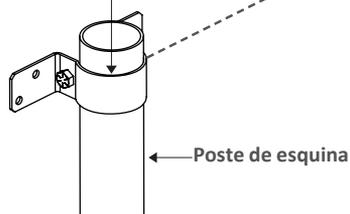

Fig. 16
2. Marque la posición de la cuerda guía en los postes adicionales de los tramos de la cerca, como se muestra en la Fig. 16.